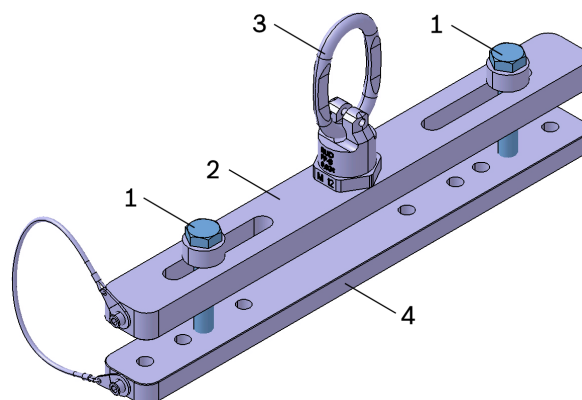

Figure 1: Dispositif de suspension T40416
3. Fixez le nombre nécessaire de dispositifs de suspension à la pièce du véhicule conformément aux manuels de l'atelier des marques de groupe Volkswagen (voir également Figure 1).